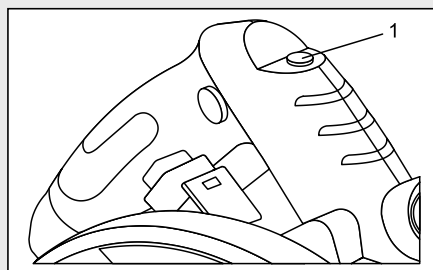

Fig. 12
Pour allumer le laser, appuyez une fois sur l'interrupteur (1) (Fig. 12). Pour éteindre le laser, appuyez de nouveau sur l'interrupteur.